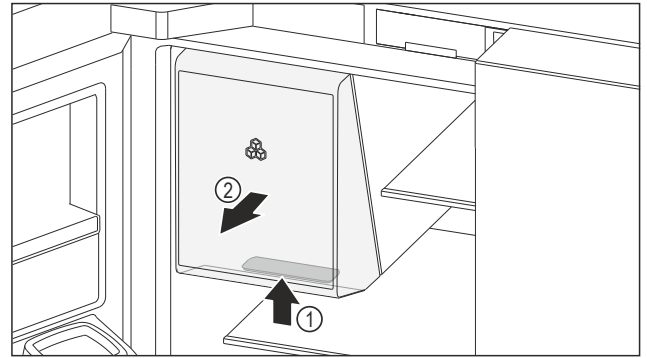

Fig. 156 IJsvak verwijderen
- ▶ Pak de verzonken greep Fig. 156 (1) aan de onderkant van het ijsvak vast en trek het ijsvak tegelijkertijd naar voren Fig. 156 (2).